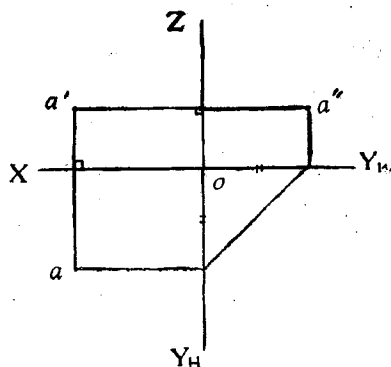

图1—1 点的投影规律
(1) 同一点的正面投影和水平投影之间的连线，必须垂直于X轴（见图1—1）。
(2) 同一点的正面投影和侧面投影之间的连线，必须垂直于Z轴。
(3) 同一点的水平投影到Y轴的距离，等于点的侧面投影到Z轴的距离。
由四川省机械工业厅统编的，中级技术工人培训教材《机械制图》(以下简称教材)中第三页图1—3：
六面基本视图的配置如符合“教材”第13页图1—14的规定位置, 可不必标注, 否则必须标注。
1. **斜视图**: 对倾斜零件或零件中的倾斜部分, 用垂直于倾斜方向的局部投影法 (见教材第14页图 1—15), 可以节省一定数量的基本视图, 并可避免复杂的投影。
2. **局部视图**: 在复杂零件中, 个别部位没有表达清楚时, 可用箭头指明。则只画箭头所指的部分, 这种向视图称局部视图 (见教材图 1—16)。
3. **旋转视图**: 是将弯拐或拨叉类型零件中的倾斜部分, 先旋转至水平位置 (特殊位置) 后, 再进行投影的一种方法 (见教材图 1—17)。
4. **局部放大图**: 当零件中的某一细节, 采用同一种比例无法表达清楚 (或不便于标注尺寸) 时, 可局部放大, 并注明放大部位名称及比例, 此图称局部放大图 (见教材图 1—18、19、20三图)。